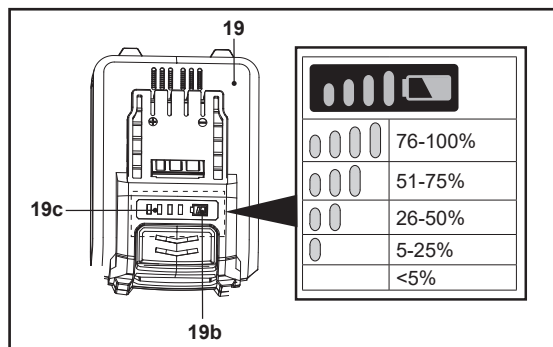

Fig. 8
La batterie (19) est équipée d'indicateurs de capacité de la batterie (19c) qui affichent sa capacité restante. Appuyer sur le bouton de capacité de la batterie (19b) pour en vérifier la capacité (Fig. 8). Les LED restent allumées pendant environ 5 secondes.